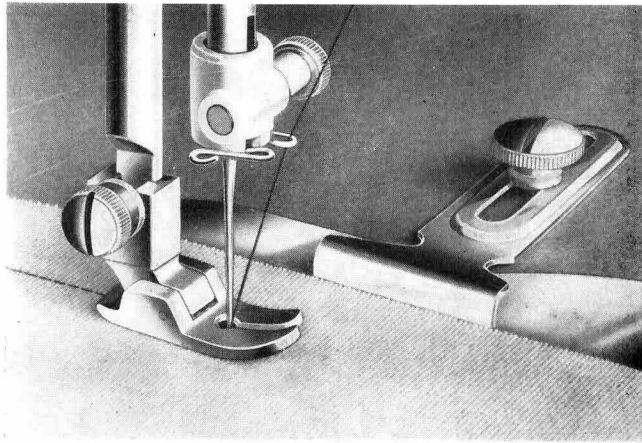

Abb. 96
g) Anwendung des Lineals (Abb. 96)